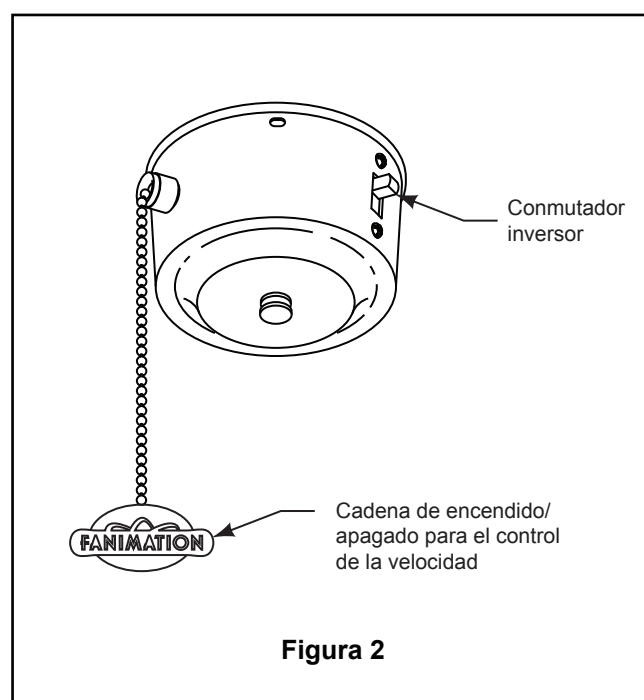

Figura 2
- ☐ 2. Verifique el funcionamiento del ventilador jalando suavemente del acoplador de la cadena del tirador del ventilador. (Figura 2)
- ☐ 3. Si desea que el flujo de aire corra en la dirección opuesta, apague el ventilador y espere hasta que las aspas dejen de girar. Deslice el interruptor de reversa a la posición opuesta y vuelva a encender el ventilador. (Figura 2)